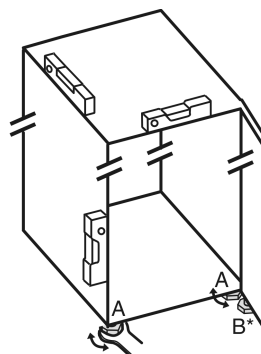

Fig. 6
- ▶ Seřizovací nožky Fig. 6 (A) vyšroubujte pomocí příloženého vidlicového klíče a pomocí vodováhy, dokud nebude spotřebič pevně vyrovnaný.
- Seřizovací nožku Fig. 6 (B) na stojanu ložiska vytáchejte pomocí přiloženého vidlicového klíče, až dosedne na zem.
- Seřizovací nožku Fig. 6 (B) otáčejte dál o 90°.